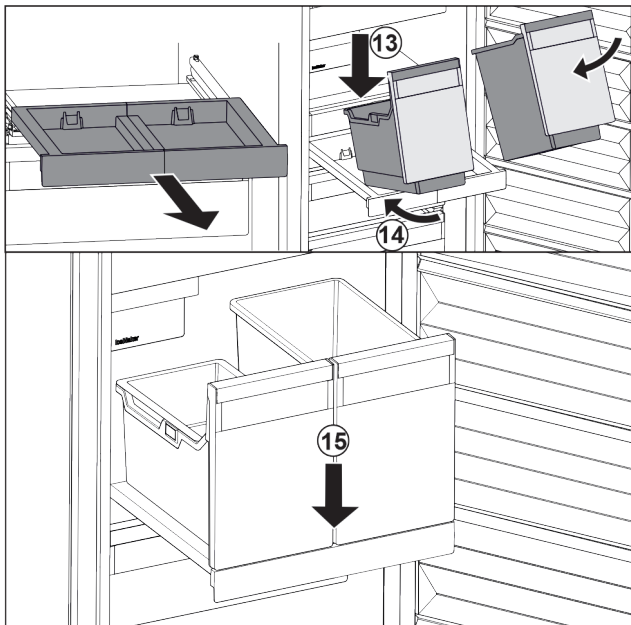

Fig. 107
- Applicare i contenitori in modo inclinato sul ripiano estraibile. Fig. 107 (13)
- Inserire il contenitore in modo inclinato verso la parte posteriore. Fig. 107 (14)
- Abbassare il contenitore nella parte anteriore. Fig. 107 (15)